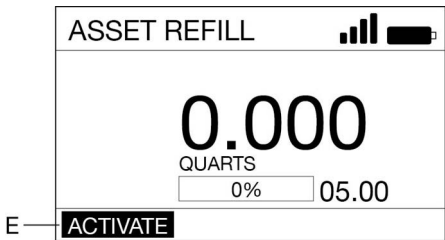

Fig. 29
6. Appuyer sur la touche ENTRÉE pour sélectionner ACTIVER (E) (Fig. 29).